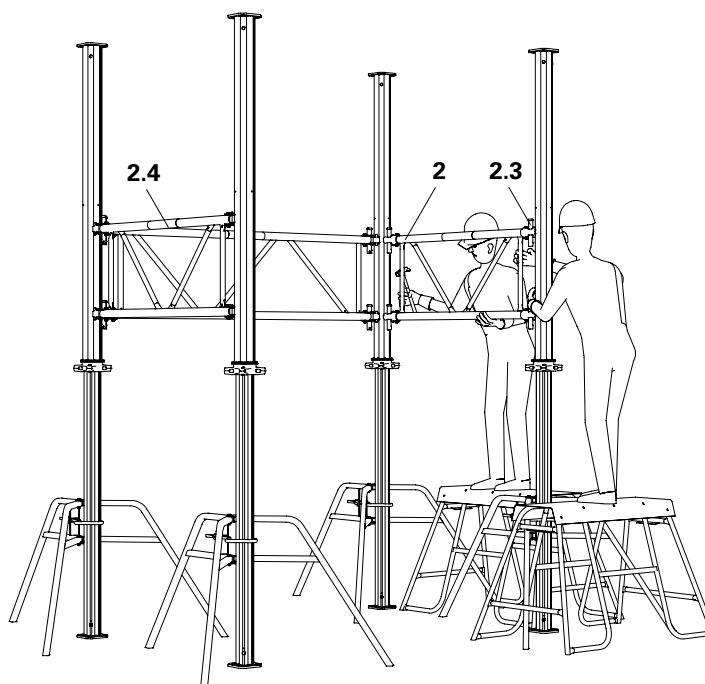

Fig. A4.02
- Placer les cadres (2) aux positions désignées, voir le plan ou l'essai de type.
- Fixer solidement les coins (2.3) à l'aide d'un coup de marteau de haut en bas. (Fig. A4.02)